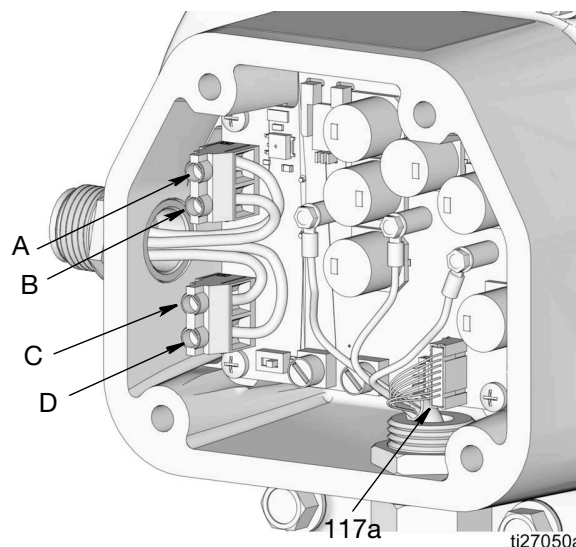

Рис. 67
7. Отсоедините кабель датчика (117а) от платы управления электродвигателем (Рис. 67).
8. Отсоедините источник электропитания от входа электропитания (А и В) и подключения для управления насосом (С и D) (см. Рис. 67 и раздел «Панель управления», стр. 13).
- Подсоедините источник электропитания к входу электропитания (А и В) и сигнальные подключения для насоса (С и D) (Рис. 67 и А,В,С,Д, стр. 13). Затяните с усилием 5,5 - 7 дюймов на фунт (0,62 - 0,79 Н-м).